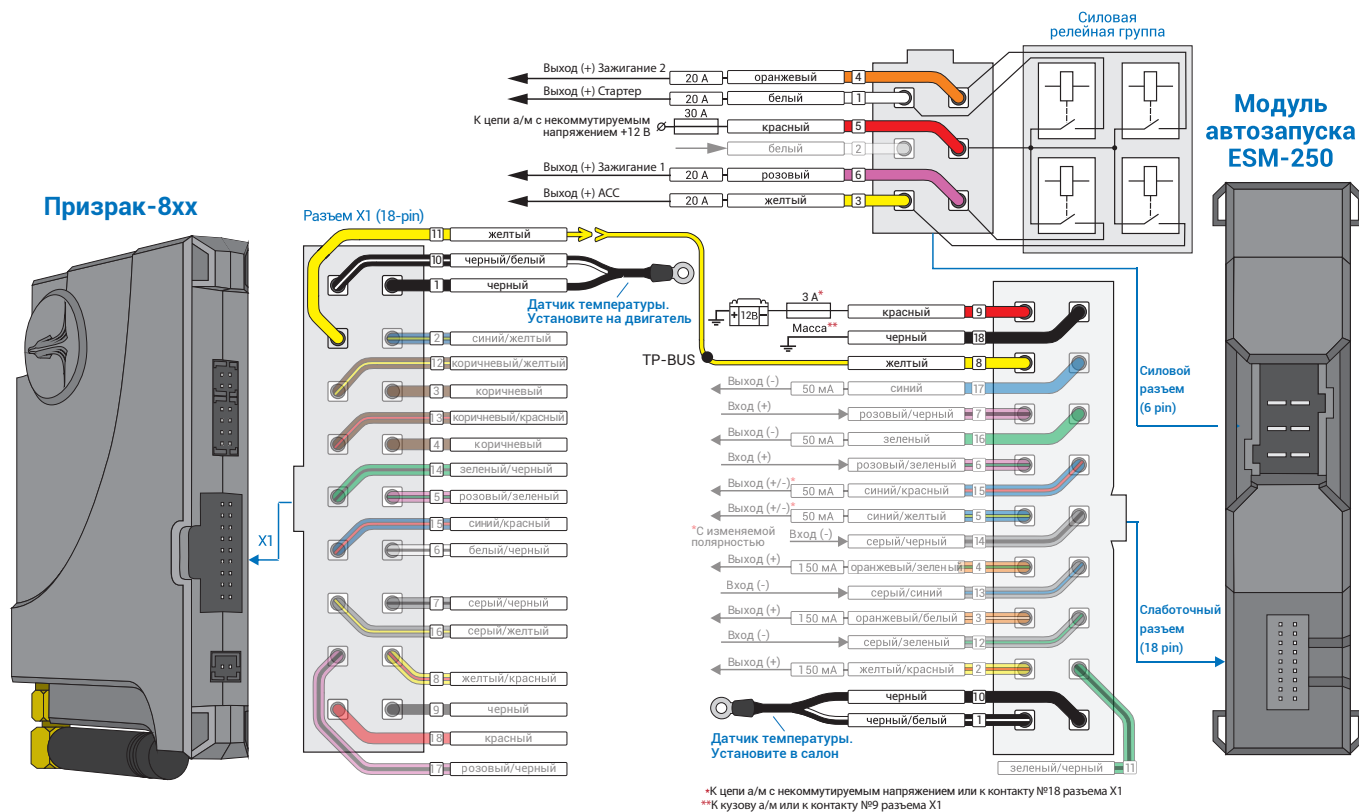
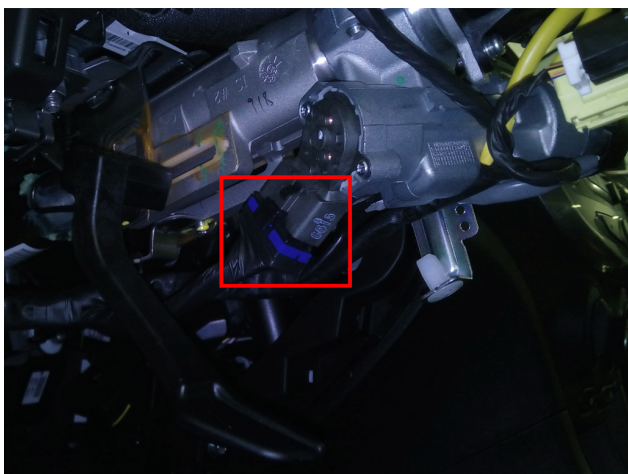

Рис.3 Подключение модуля автозапуска ESM-250
Рис.4 Место подключения
4. Подключите модуль автозапуска ESM-250 – выводы модуля, которые требуется подключить выделены на рис. 3. Подключение производится в синем разъеме непосредственно у замка зажигания (см. рис. 4, 5).